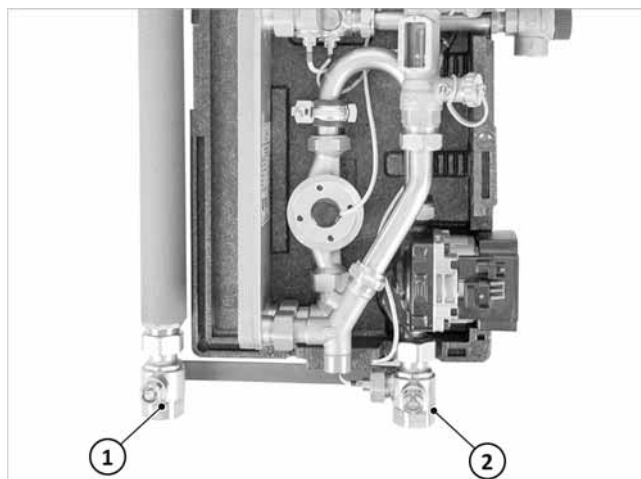

Fig. 8: Collegamento di SolvisBen con la stazione di trasmissione solare
- Montare il raccordo a T in dotazione (2) tra il tubo ondulato (3) e il gruppo di collegamento MAG (1) di SolvisBen.
- Collegare l'uscita libera del raccordo a T (2) con la valvola a sfera di ritorno (→ fig. 8 (2)) della stazione di trasmissione solare.